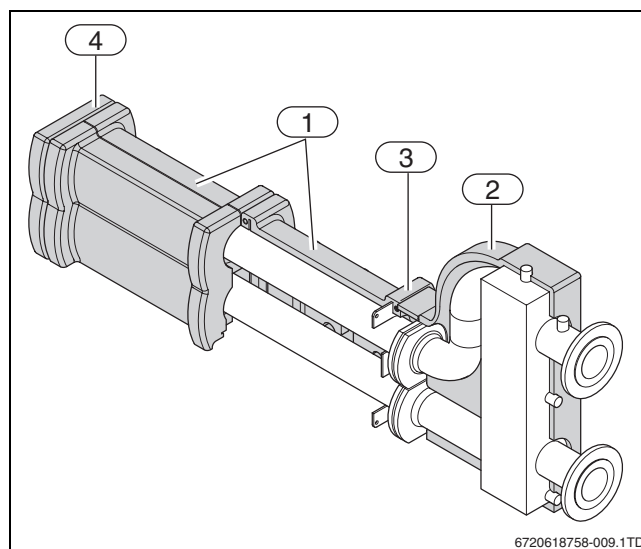

Fig. 8 Isolatieschalen
- ▶ Plaats de achterste schalen over de hoofd aanvoer- en retourleiding (→ fig. 8, [1]).
- ▶ Plaats het achterste schaaldeel om de open verdeler (→ fig. 8, [2]).
- ▶ Snij het schaaldeel zonodig op maat (→ fig. 8, [3]).
- ▶ Plaats de voorste isolatieschaal van de open verdeler. Snij het schaaldeel zonodig op maat (→ fig. 8, [3]).
- ▶ Monteer de eindkap aan de hoofd aanvoer- en retourleiding (→ fig. 8, [4]).